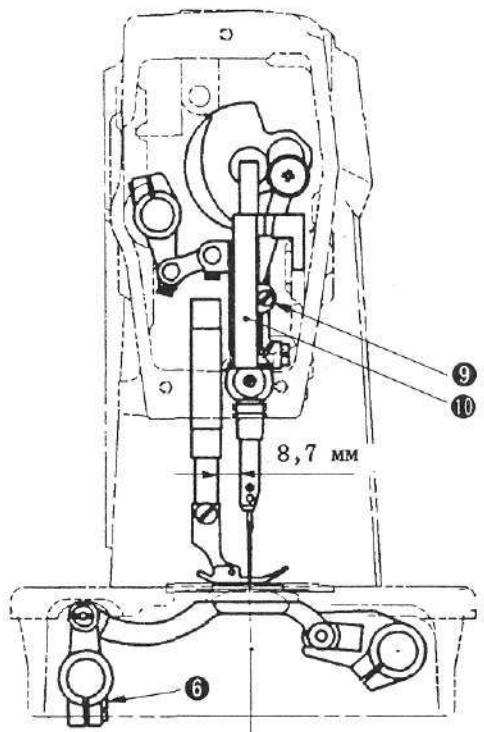

Рис. 3-5-5
Снять накладную плиту и соединительный винт игловодителя ⑨. В этом состоянии, проверить игловодитель, плавно или двигается вверх и вниз рукой, когда он находится в верхней или нижней мертвой точке, а также рама игловодителя ⑩ двигается легко рукой по боковому ходу иглы, когда зажимной винт на кривошипе вала игольной подачи (переднем) ослаблен (рис. 3-5-5).